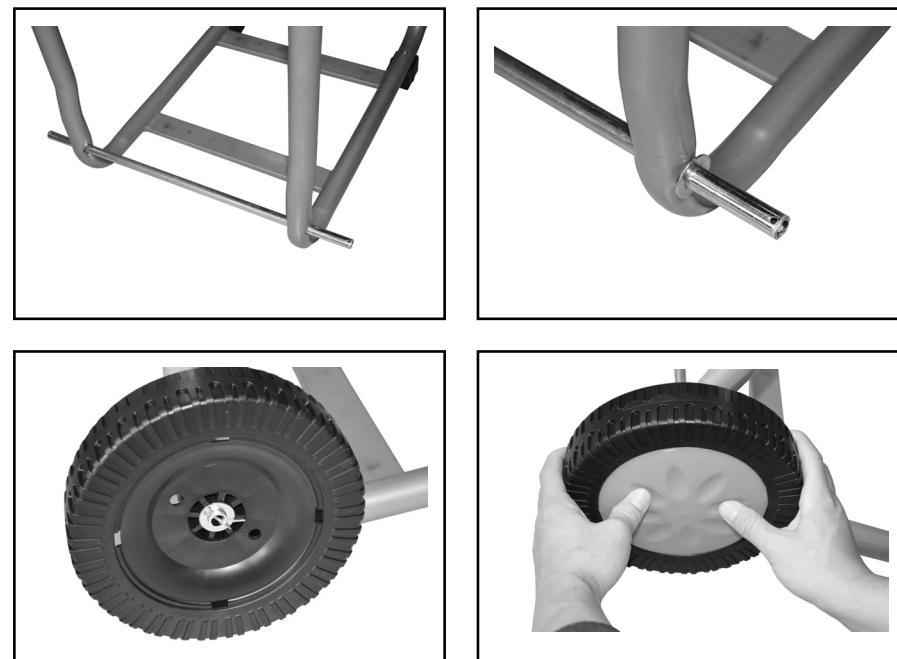

Fig. 6
4. Montare le ruote al telaio base utilizzando l'apposito albero, quattro rondelle piatte e due perni di arresto. Montare il copriruota premendolo manualmente (Fig. 6).